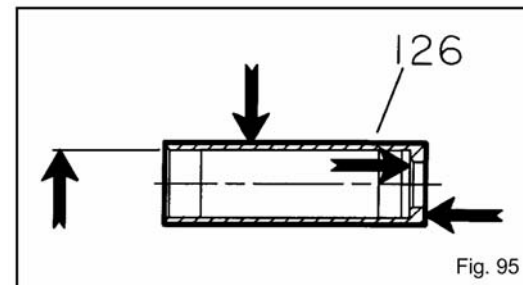

Fig. 95
3. Revise la superficie del eje y la bocina (126) para detectar ranuras o picaduras. Reemplácelos si se identifica alguna (Fig. 95).